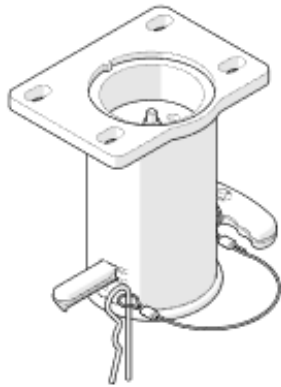

Figure 3
- Gebruik de Easydoor-achterdeur met de automatische ontgrendelfunctie: ontgrendel het springslot (afbeelding 3) vooraleer te kippen (automatisch openen van de haken van de onderste schootplaten)